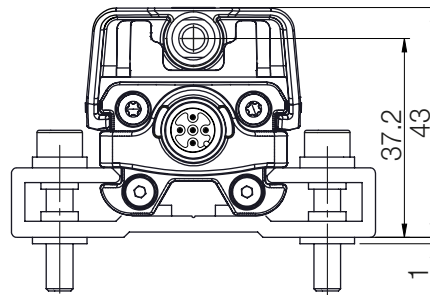
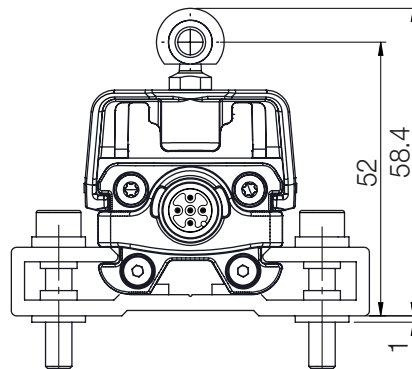
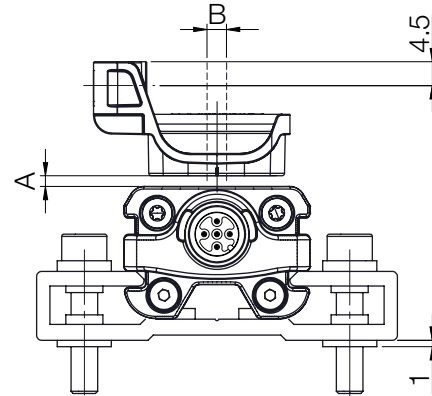
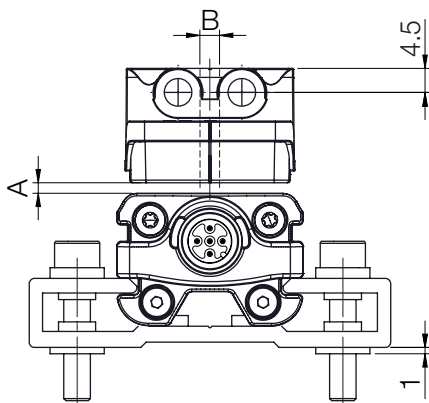

Fig. 5-1 : Dimensions et distances avec BAM TG-IR-037-A
Fig. 5-2 : Dimensions et distances avec BAM TG-IR-037-B
Fig. 5-4 : Dimensions et distances avec BAM TG-IR-036-B
Fig. 5-3 : Dimensions et distances avec BAM TG-IR-036-A
Le système de mesure de position inductif rapide BIR convient à la fois aux capteurs de position libres, c'est-à-dire fonctionnant sans contact (voir Fig. 5-3 et Fig. 5-4) et aux capteurs de position guidés (voir Fig. 5-1 et Fig. 5-2).
- Pour la distance A entre le capteur de position et le BIR et pour le déport B (voir Fig. 5-3 et Fig. 5-4), les valeurs suivantes doivent être respectées: